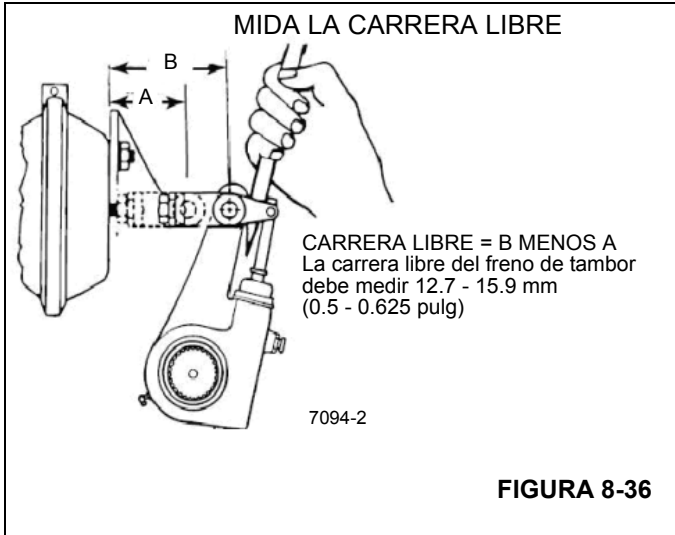

FIGURA 8-36
5. Con los frenos de servicio sueltos, mida la distancia desde el pasador de horquilla del ajustador de holgura hasta la superficie de montaje de la cámara de cada freno. Vea la Dimensión "A" (Figura 8-36).
6. Empezando con una presión de 6.2 a 6.8 bar (90 a 100 psi) en los tanques de aire de los sistemas primario y secundario, aplique los frenos de servicio completamente y manténgalos aplicados. No bombee el pedal de frenos. Mida la distancia entre los mismos puntos del paso 5 en cada freno. Ésta es la dimensión "B" (Figura 8-36).
7. Reste la dimensión "A" de la dimensión "B" en cada posición de freno (Figura 8-36). Este valor no deberá exceder de 5 cm (2 pulg) en los frenos delanteros, ni de 6.3 cm (2.5 pulg) en los traseros.